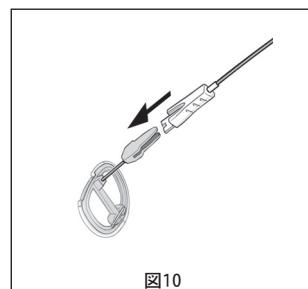

図10
2. ホルダー側の差し込み口にワンステップ操作で、ハンドルをホルダーに取り付けます（図10）。